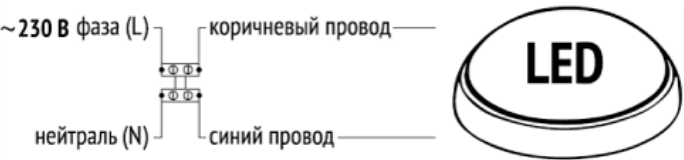

Рис.1. Схема подключения светодиодного светильника к эклектической сети 230В.
• Присоедините подготовленные концы проводов к драйверу (к обоим драйверам в случае 72W) к сетевому проводу через клеммную колодку Рис. 1.